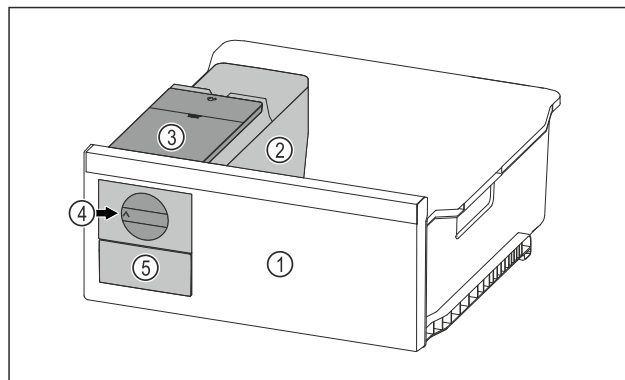

Fig. 123 Näitlik kujutis
- Keerake pöördnupp Fig. 123 (4) päripäeva lõpuni.
- ▷ Jääkuubikud kukuvad jääkuubikualusest jääkuubikusahtlisse Fig. 123 (5).